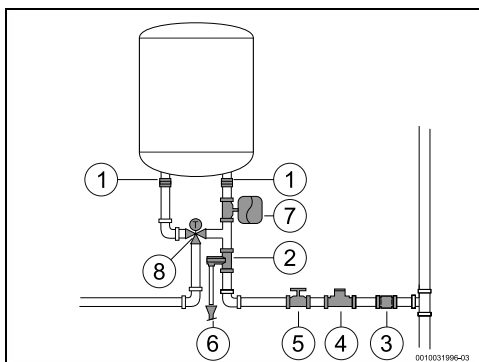

Fig. 11 Toma de agua
- Cerrar la válvula de cierre de agua (→ fig. 11, [5]).
- ▶ instalar una válvula de reducción de presión (Fig. 11, [4]). La válvula diferencial se activará siempre que la presión del agua en el aparato sea superior a 8 bar ($\pm 0,5$ bar), en este caso deberá existir la posibilidad de desviar el agua.
- ▶ instalar un vaso de expansión (Fig. 11, [7]) para evitar que la válvula diferencial se abra con tanta frecuencia. El volumen del vaso de expansión debe ser equivalente al 5% del volumen del dispositivo.